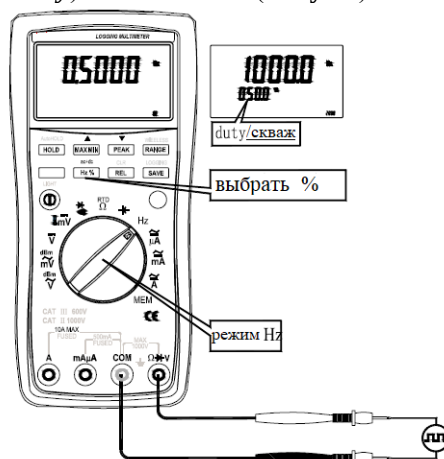

Рис. 22 Измерение частоты / скважности сигнала
3. Подключить провод к объекту (точкам измерения частоты – **рис. 22**).